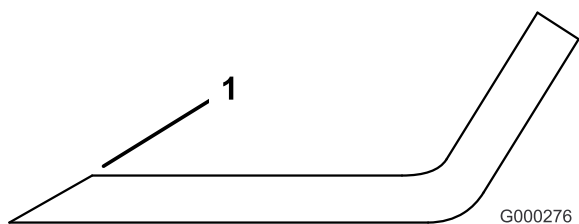

Figura 64
1. Utilice una lima para afilar el filo de corte en ambos extremos de la cuchilla (Figura 64). Mantenga el ángulo original. La cuchilla permanece equilibrada